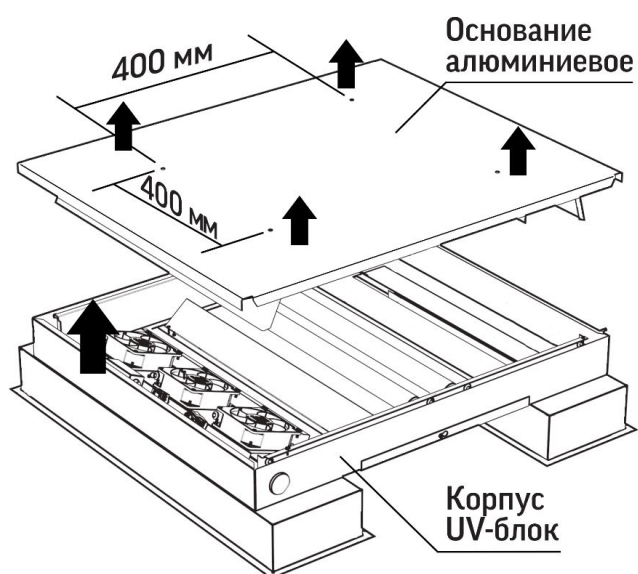

Рис.3
- Достаньте основание алюминиевое UV-блока из корпуса UV-блока (Рис. 3);
- Установите основание UV-блока через заранее подготовленные отверстия $d=5,5\text{мм}$ на расстоянии 400х400мм к монтажной поверхности (Рис. 3);
- Корпус UV-блока прикрепите к боковым стенкам основания с помощью винтов М3 (Рис. 3);